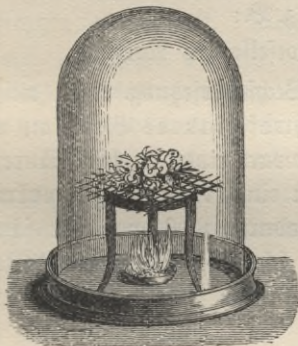

Fig. 31. Schwefeldioxyd.
**Versuch 2** (Fig. 31): Lege auf einen Dreifuß ein Drahtnetz und auf dieses einige bunte Blumen, stelle ein Schälchen mit brennendem Schwefel darunter und stülpe eine große Glasglocke darüber. Was geschieht mit den Blumen?